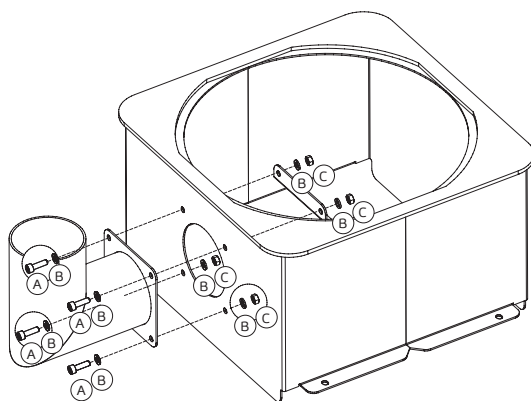

Рис. 43.
- Взять дымоход (поз. 34), заслонку дымохода (поз. 35) и установить к подставке под казан (поз. 36) с помощью винта (A), шайбы (B) и гайки (C), как показано на рис. 43.